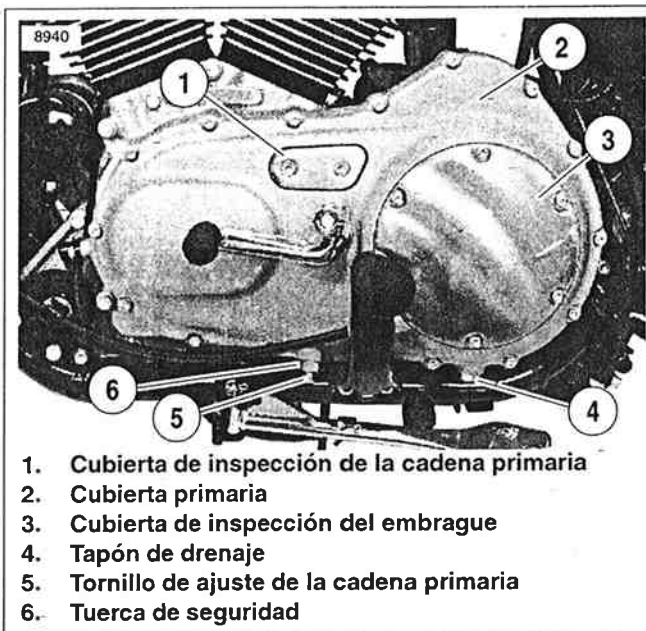

Figura 1-32. Cubierta primaria
Vea la Figura 1-32. Compruebe que la cadena primaria tenga la tensión correcta midiendo su juego libre vertical a través la abertura de la cubierta de inspección de la cadena primaria (1) localizada cerca de la parte superior de la cubierta secundaria (2).
Vea la Figura 1-32. La cadena primaria puede ser ajustada sin extraer la cubierta primaria (2). Proceda de la siguiente manera:
1. Quite los dos tornillos de cabeza hexagonal que sujetan la cubierta de inspección de la cadena primaria (1).
3. Afloje las tuercas de seguridad (6). Usando una llave Allen de 1/4 pulg. gire el tornillo de ajuste de la cadena (5) hacia la derecha (hacia adentro) para reducir el juego libre o hacia la izquierda (hacia fuera) para aumentar el juego libre. El juego libre vertical debe estar dentro de los límites especificados en la Tabla 1-8.
4. Vea la Figura 1-32. Cuando la tensión esté ajustada correctamente, apriete la tuerca de seguridad (6) a 27,1-33,9 N·m (20-25 lb-pie).
5. Instale la cubierta de inspección de la cadena primaria (1). Apriete los tornillos de cabeza hexagonal a 4,5-6,8 N·m (40-60 lb-pulg.).